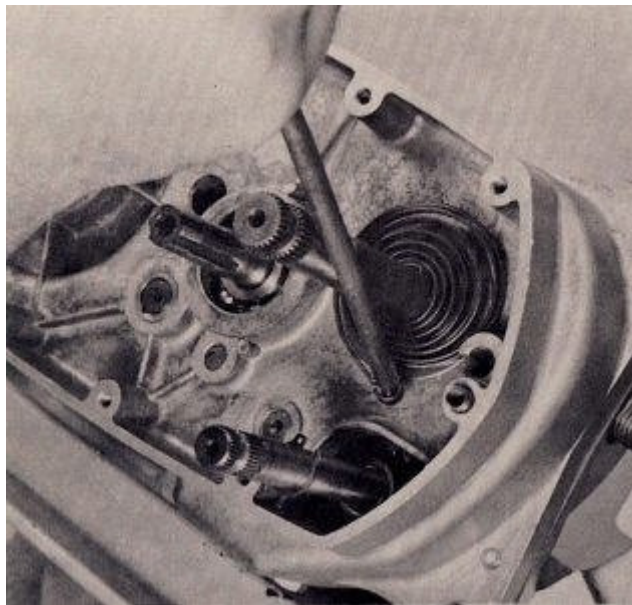

FIG. 94
3. Ayuda de un tubo largo con un final que se inscribe en el lazo en la primavera, a su vez de la primavera del 11 / 2 vueltas, y empuje el bucle en el jefe de retención en la parte trasera de la caja (Fig. 94). Tenga cuidado al hacer esto, como la primavera podía resbalar y cortar sus dedos.